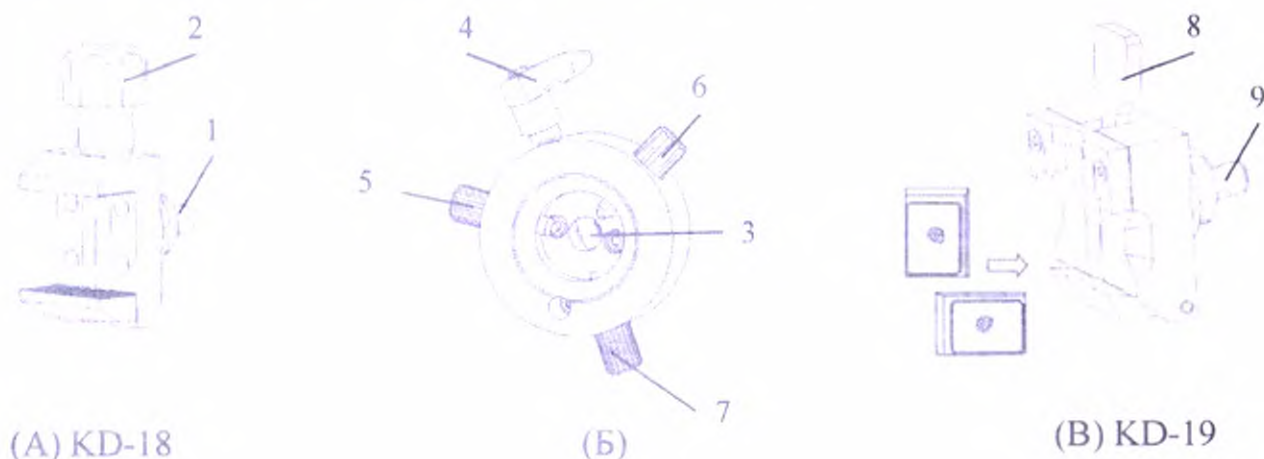

Рисунок 3. Установка зажимов исследуемых образцов
| Рисунок 3, (А) | Зажим образцов стандартный KD-18                              |
| Рисунок 3, (Б) | Держатель зажима образцов                                     |
| Рисунок 3, (В) | Зажим образцов кассетный универсальный KD-19                  |
| Рисунок 3, (1) | Направляющая Зажима образцов стандартного KD-18               |
| Рисунок 3, (2) | Винт Зажима образцов стандартного KD-18                       |
| Рисунок 3, (3) | Паз для установки зажима образцов                             |
| Рисунок 3, (4) | Ручка фиксации Зажима образцов на микротоме                   |
| Рисунок 3, (5) | Винт регулировки положения «вверх/вниз» зажима для образцов   |
| Рисунок 3, (6) | Винт регулировки положения «вправо/влево» зажима для образцов |
| Рисунок 3, (7) | Рукоятка, фиксирующая зажим для образцов на микротоме         |
| Рисунок 3, (8) | Рукоятка Зажима образцов универсального KD-19                 |
| Рисунок 3, (9) | Направляющая Зажима образцов универсального KD-19             |
- На стандартном держателе образца KD-18 (Рисунок 3, (А)) расположено зажимное приспособление. Отпустите ручку (Рисунок 3, (4)) на держателе зажима (Рисунок 3, (Б)), вставьте направляющую зажима для образцов (Рисунок 3, (1)) в паз (Рисунок 3, (3)), после чего зафиксируйте положение зажима для образцов ручкой (Рисунок 3, (4)).
- Поверните вниз фиксирующую рукоятку (Рисунок 3, (7)) для того, чтобы ослабить её усилие зажима. Положение держателя образца может быть отрегулировано при помощи регулировочных винтов (Рисунок 3, (5)) и (Рисунок 3, (6)).
**Внимание:** винты (Рисунок 3, (5)) и (Рисунок 3, (6)) следует вращать одновременно в пределах диапазона их вращения.
- Регулировочным винтом (Рисунок 3, (5)) можно выполнить регулировку положения держателя образца вверх/вниз, а винтом (Рисунок 3, (6)) положение вправо/влево. При выполнении такой настройки положения, фиксирующая рукоятка (Рисунок 3, (7)) должна быть отпущена.
- После фиксации положения зажима образца, следует повернуть вверх фиксирующую рукоятку (Рисунок 3, (7)) до запираания.
- расслабьте ручку на держателе зажима (Рисунок 3, (4)).
- извлеките направляющую зажима образцов (Рисунок 3, (1) – для Зажима образцов стандартного KD-18; Рисунок 3, (9) – для Зажима образцов универсального KD-19).